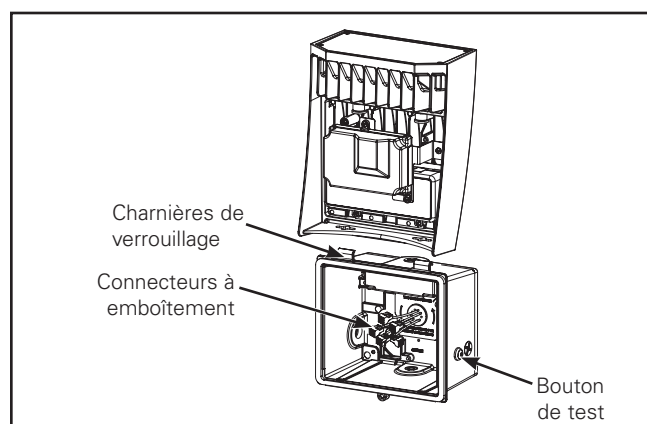

Figure 4.
4. Fixez le couvercle sur les charnières de verrouillage situées en haut du boîtier arrière (Figure 4).